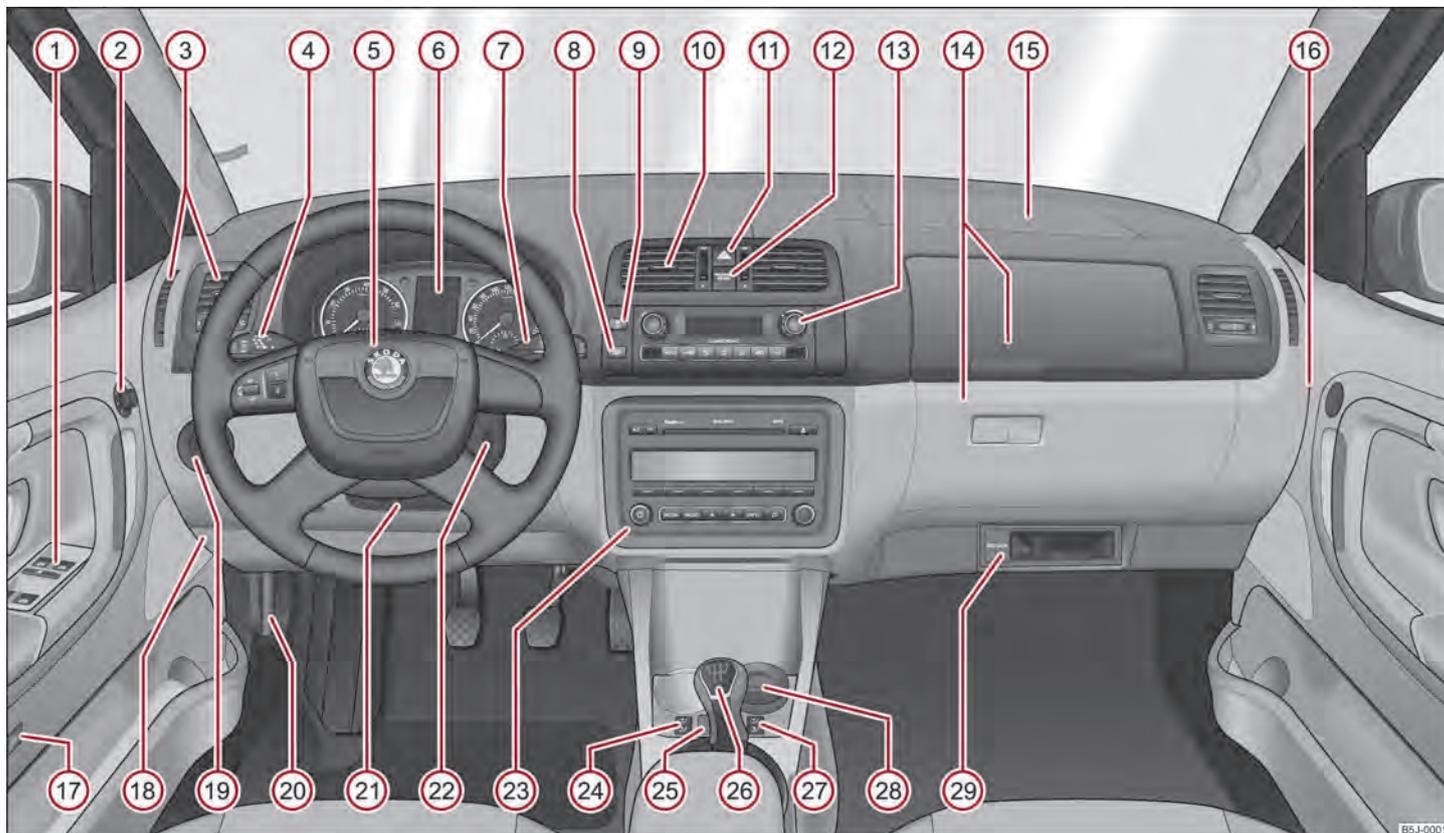

Fig. 1 Puesto de conducción
- En los vehículos con dirección a la derecha, la disposición de los elementos de mando se diferencia en parte de la disposición mostrada => fig. 1. Sin embargo, los símbolos corresponden a cada uno de los elementos de manejo. ■